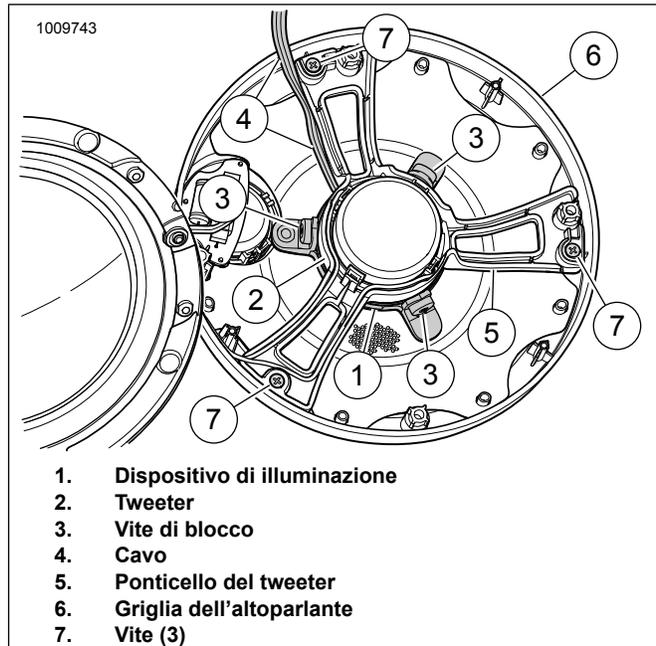

Figura 13. Griglia dell'altoparlante, ponticello del tweeter e luce LED
5. Vedere la figura 13. Rimuovere le tre viti che fissano il ponticello del tweeter (5) alla griglia dell'altoparlante (6) e separarli con accuratezza. Fare attenzione a non danneggiare o tendere eccessivamente i fili dell'altoparlante del tweeter. Conservare la bulloneria per usarla in seguito.
Vedere la figura 13. Collocare il dispositivo di illuminazione (1) sul tweeter (2) come mostrato. Premere leggermente il dispositivo di illuminazione per posizionarlo.